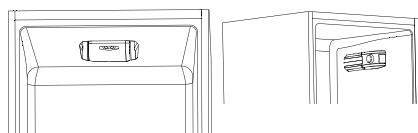

Fig.4
- A unidade do termostato para controlo do aparelho está localizada dentro do compartimento frigorífico (Fig.4). Gire o botão do termostato do termostato para além da posição "0". A luz fica acesa quando a porta do frigorífico está aberta.